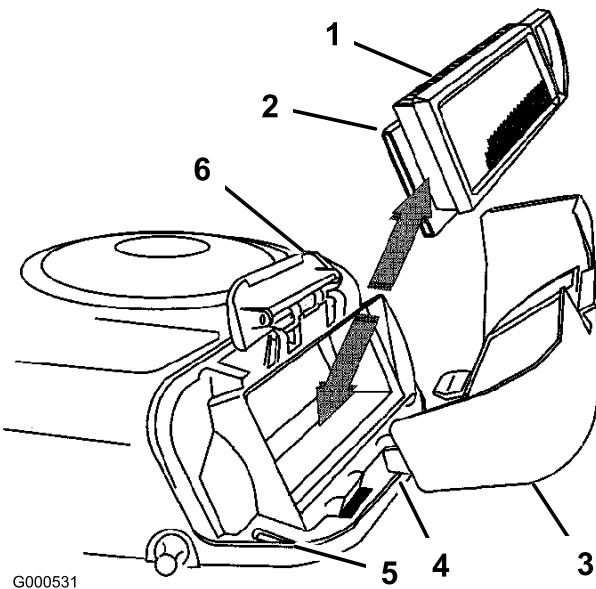

Bild 32
5. Schieben Sie den Papier- und den Schaumeinsatz vorsichtig vom Gebläsegehäuse herunter (Bild 32).
- Fluchten Sie die Nasen des Luftfilterdeckels mit den Schlitten im Gebläsegehäuse aus (Bild 32). Haken Sie den Griff in die Abdeckung ein und drücken auf den Griff, um diesen einzurasten.